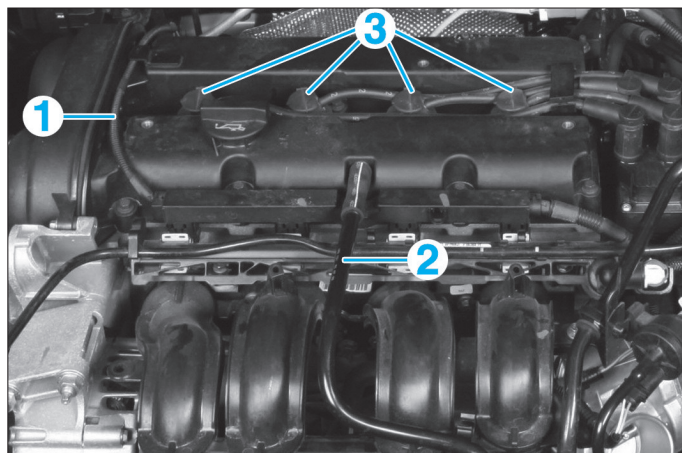

Fig. 37
- Débrancher et mettre de côté le faisceau électrique (1) (Fig.37).
- Déposer la durit (2) du couvre-culasse.
- Déposer les faisceaux électriques des bougies d'allumage (3).